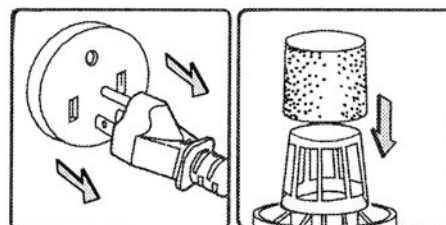

FIGURE 11
- 2) Retirez le couvercle/moteur assemblé de la cuve en retirant les verrous de chaque côté et installez un filtre en mousse propre et sec. Sous des conditions normales (petites quantités de liquide), le filtre en mousse et le filtre réutilisable peuvent être installés, mais pour aspirer de grandes quantités de liquide, installez seulement le filtre en mousse, voir Fig.11. Le sac de poussière ne peut être utilisé pour l'aspiration de matériaux humides. Assurez-vous que l'intérieur de la cuve est propre.